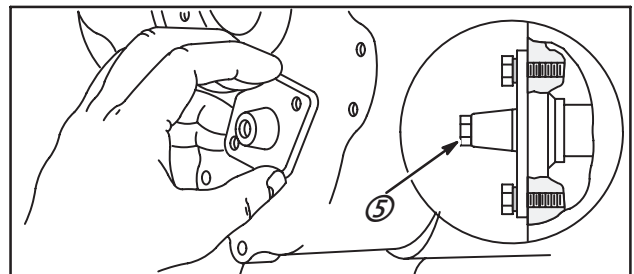

Fig. 20
6. Installer la vis longue d'arbre à cames de 140 mm (5) à la main pour éviter que l'arbre ne tombe, Fig. 20.